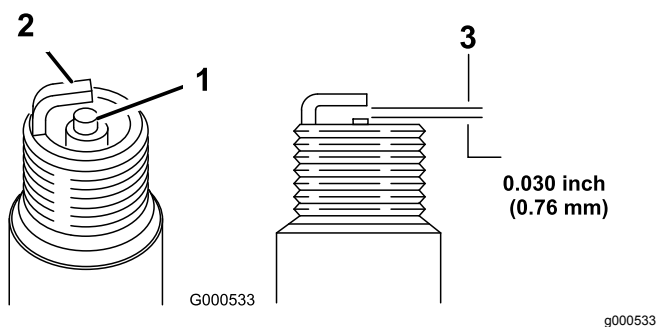

Figura 22
5. Impostate la luce sul tappo a 0,76 mm, fate riferimento a (Figura 22).